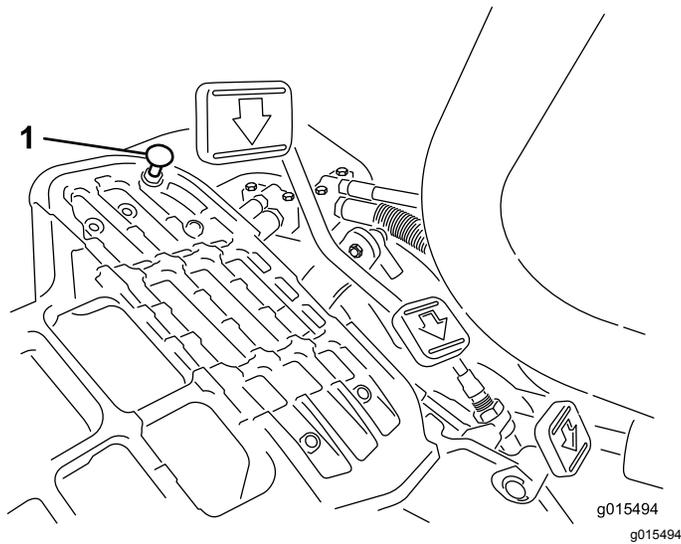

图 40
要获得最大行驶速度请将功能控制杆放在行驶位置并踩下驱动踏板。如果在拉线感到张紧力之前踏板接触到限位器图 40 请执行以下调节程序
1. 将功能控制杆放在行驶位置松开将踏板限位器固定至底板上的锁紧螺母图 40。